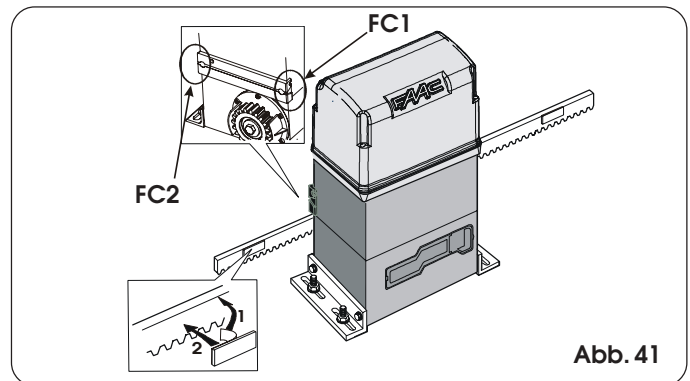
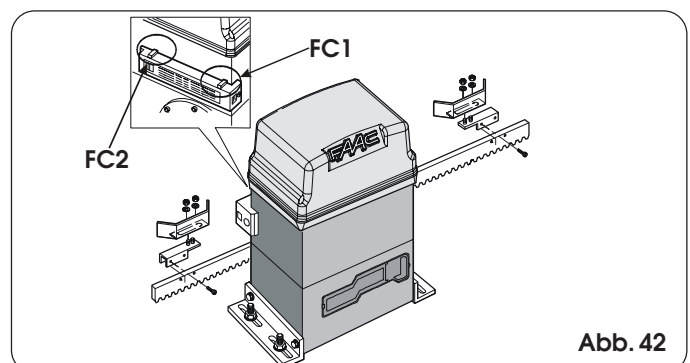

Abb. 41
Abb. 42
Der Antrieb 844 ist mit einem Endschaltersensor ausgerüstet, der den Durchgang eines auf der Zahnstange angebrachten Bezugselements erfasst und den Stillstand des Tors steuert. Die Vorrichtung kann vom Typ MLS sein (Abb. 41) oder induktiv (Abb. 42).
entfernen (Abb. 41 Bez. 1) und diese mit dem Klebestreifen in Kontakt zur Zahnstange erneut positionieren (Abb. 41 Bez. 2).
- 1) Den Endschalter montieren. Dabei ist das Feinblech mit Bezug auf die Gewindebolzen der Halterung zu zentrieren. (Abb. 42)
- 2) Die Motorwelle mit einem Engländer festgespannt halten und die Einstellung mit Hilfe der Einstellungsschraube der Kupplung mit einem Inbusschlüssel oder einem Schraubenzieher gemäß Abb. 42 bez. Avornehmen.